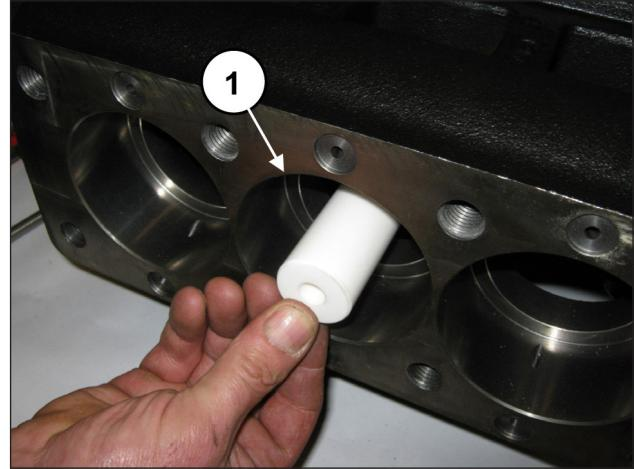
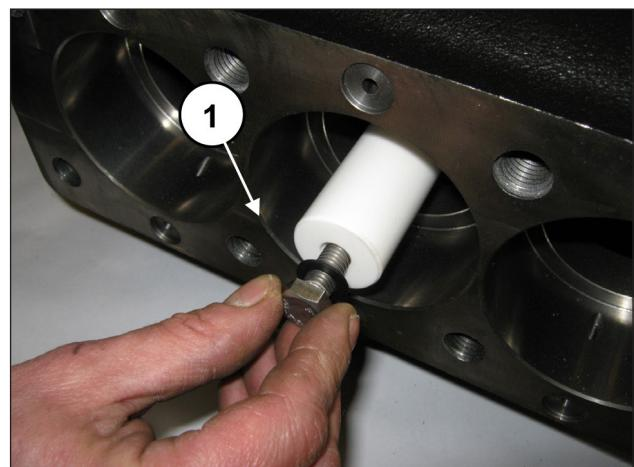

Abb. 184
Abb. 185
Montieren Sie die Kolben in die entsprechenden Führungen (Pos. ①, Abb. 184) und befestigen Sie diese lt. Pos. ①, Abb. 185.